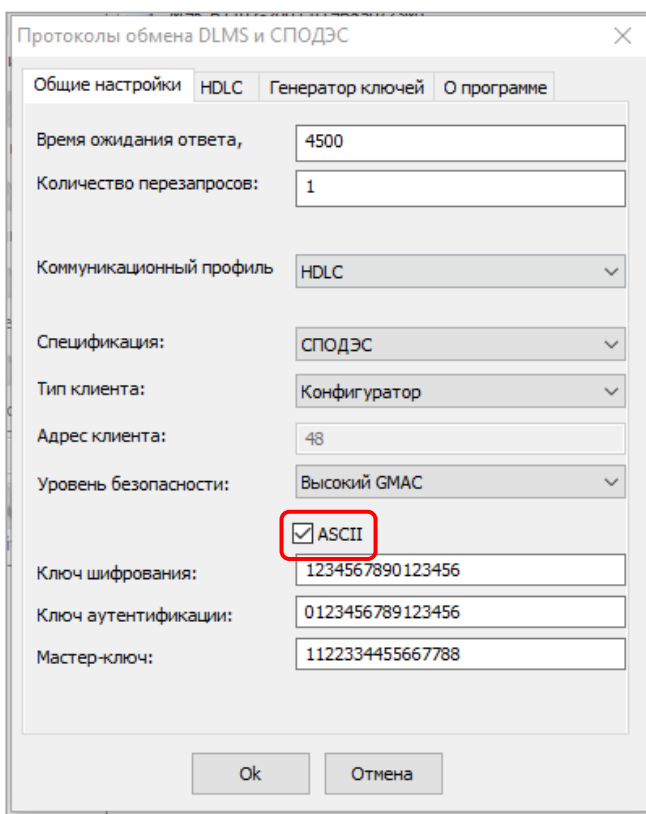

Рисунок 33 - Ввод ключей в символьном виде
- символами (галочка ASCII включена) (см. рисунок 33);